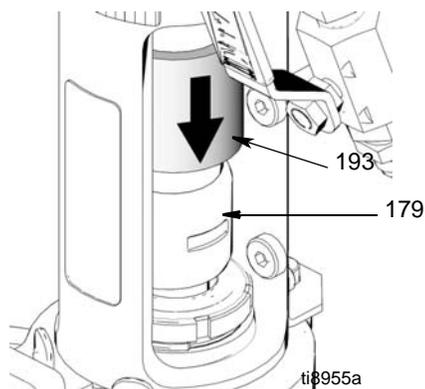

図 25
6. (図 25) カプラ・カバー (193) をロッド・カプラ (179) の上から下に滑らせます。